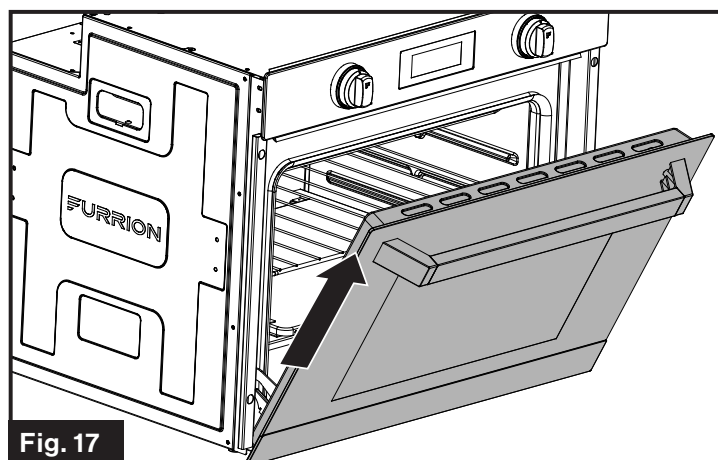
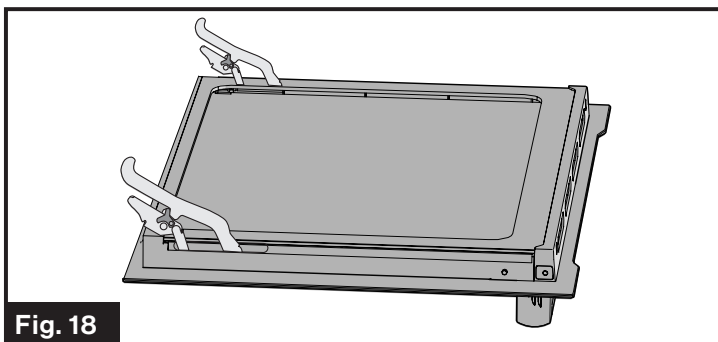

Fig. 17
Fig. 18
5. En tenant fermement la porte à gauche et à droite avec les deux mains, tirez la porte directement hors des fentes de la charnière. (Fig. 17 et Fig. 18)